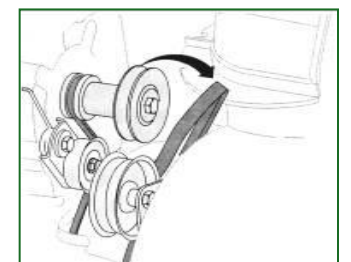

Abbildung 16
3. Rollen Sie den Schneckenriemen von der Motorriemenscheibe ab. Siehe Abbildung 16.